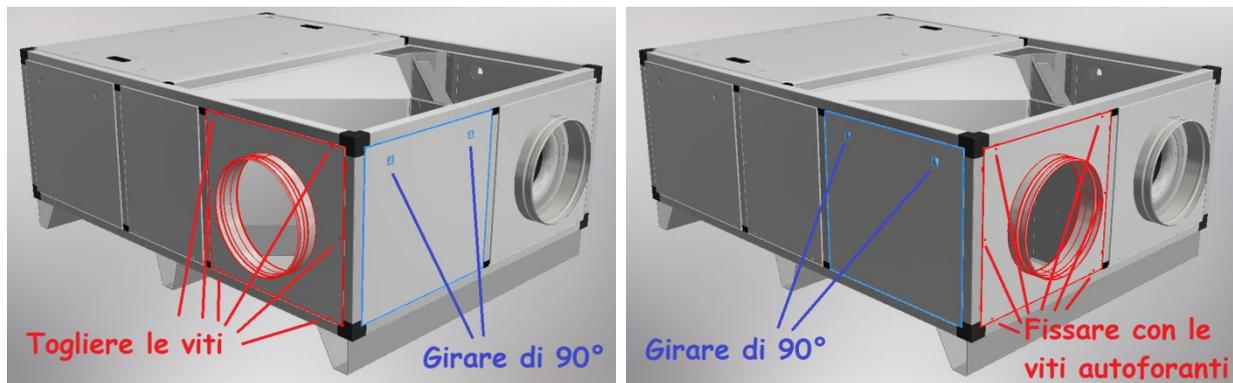

Figura 7 - Modifica orientamento attacchi
Nel caso in cui fosse necessario modificare l'orientamento degli attacchi aerulici (rispetto a quanto ordinato), è possibile farlo anche in fase di installazione procedendo nel seguente modo (vedi Figura 7):
- estrarre i filtri sporchi facendo riferimento alle immagini di Figura 7 e Figura 8;
Figura 7 – Sequenza operazioni per rimuovere i filtri nelle unità di taglia piccola: dopo aver spostato (immagine a sinistra) o rimosso (immagine a destra) i fermi filtro, sfilare i filtri dalle guide.